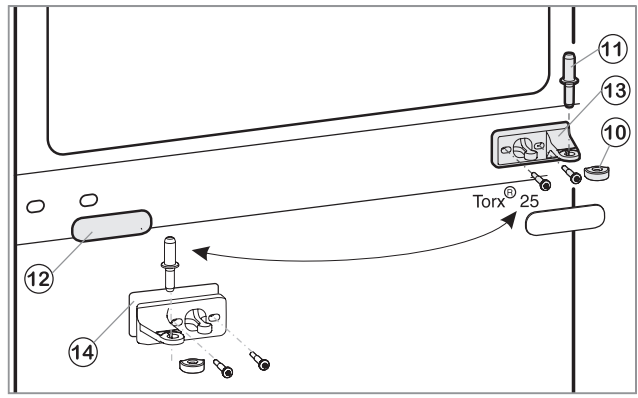

Fig.2
- Prostřední ložiskový čep Fig. 2 (11) vytáhněte ze stojanu ložiska a spodních dveří.
- Plastovou čepičku Fig. 2 (10) stáhněte.
- Stojan ložiska uprostřed Fig. 2 (13) odšroubujte (2 krát Torx® 25).
- Krytku Fig. 2 (12) opatrně stáhněte.
- Prostřední stojan ložiska Fig. 2 (13) s podložkou Fig. 2 (14) přišroubujte otočený o 180° na novou stranu závěsu (s 4 Nm).
- Krytku Fig. 2 (12) otočenou o 180° zasuňte na nové straně madla.
- Plastovou krytku Fig. 2 (10) nasadte zase na prostřední stojan ložiska Fig. 2 (13).
- Prostřední ložiskový čep Fig. 2 (11) vložte přes prostřední pouzdro ložiska Fig. 2 (13) do spodních dveří na nové straně závěsu.
- Horní dvířka usadte na prostředním ložiskovém čepu Fig. 2 (11).
- Dveře případně pomocí obou podélných děr ve spodním stojanu ložiska a v prostředním stojanu ložiska Fig. 2 (13) vyrovnejte tak, aby lícovaly. Vyšroubujte prostřední šroub na stojanu ložiska dole.